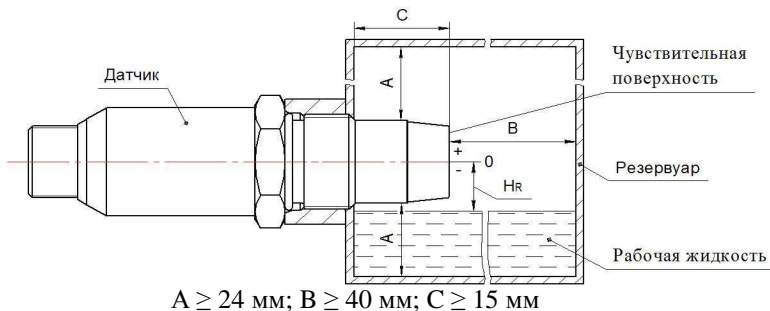

Рис. 3 - Минимальные расстояния от чувствительной поверхности до окружающих объектов
- Закрепить датчик на объекте с учетом допустимых моментов затяжки (40 Н·м). Рабочее положение любое. Рекомендуемое положение горизонтальное или вертикальное чувствительной поверхностью вниз. При установке датчика необходимо соблюдать минимальные размеры от чувствительной поверхности до окружающих объектов в соответствии с Рис.3. Для исключения взаимного влияния датчиков расстояние между ними должно быть не менее двух их наружных диаметров.